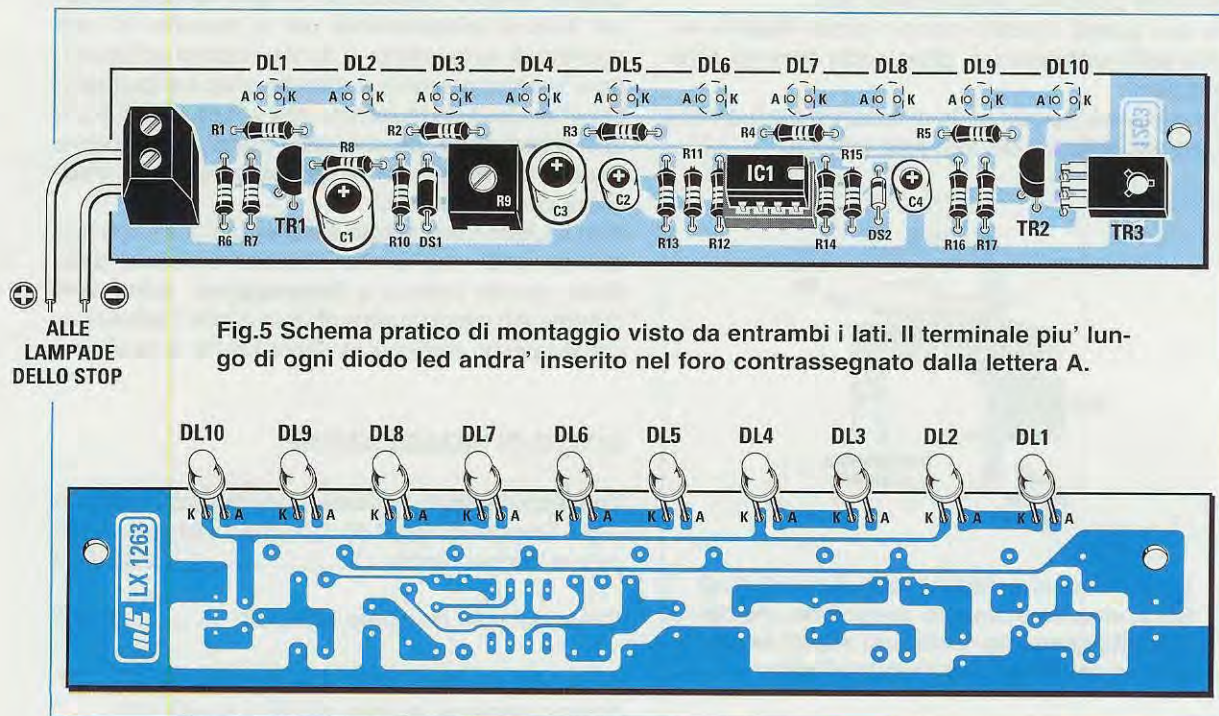
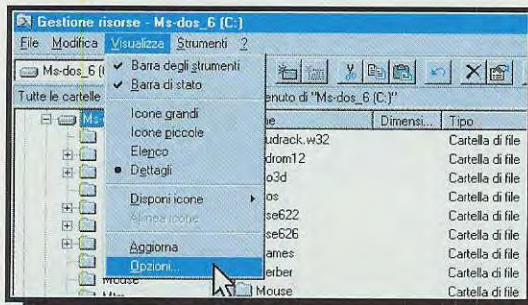

Fig.5 Schema pratico di montaggio visto da entrambi i lati. Il terminale piu' lungo di ogni diodo led andra' inserito nel foro contrassegnato dalla lettera A.
Fig. 4
Fig.4 Foto del circuito stampato siglato LX.1263 visto da entrambi i lati. Per fissare questo stampato sul vetro posteriore della vettura (vedi fig.7) dovrete inserire nei due fori dello stampato i due distanziatori plastici autoadesivi che troverete nel kit.
Tutti i componenti per realizzare questo **Light-Stop** andranno montati sul circuito a doppia faccia con fori metallizzati siglato **LX.1263** (vedi fig.4). Dal lato visibile in fig.5 inizierete con l'inserire lo
A questo punto dovrete rovesciare lo stampato, per inserire tutti i **diodi flash** (vedi fig.5).
– A sinistra della finestra che appare selezionate l'unità **Ms-dos_6 (C)** (vedi fig.3), quindi attivate il menu a tendina di **Visualizza** e cliccate su **Opzioni** (vedi fig.4).